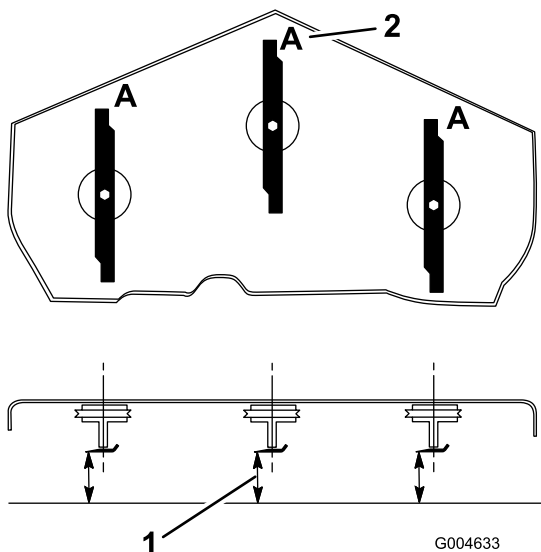

Figura 74
3. Rode as lâminas até as suas extremidades se encontrarem viradas para a frente e para trás (Figura 74). Meça desde uma superfície nivelada até à extremidade de corte, posição **A**, das lâminas (Figura 74). Anote esta medida.